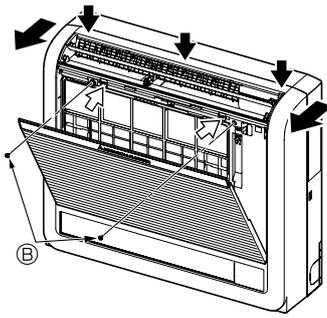
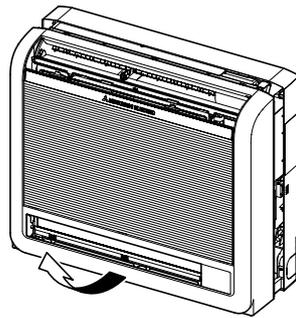

Fig. 3-3
Fig. 3-4
- ① Presione en las 2 posiciones indicadas por las flechas ⇨ y abra la rejilla frontal. (Fig. 3-3)
- ② Abra la rejilla frontal y retire los dos tornillos.
- ③ Abra el deflector horizontal de la salida de aire superior, empuje la parte superior del panel frontal en las tres posiciones y tire del extremo superior de la rejilla para extraerla de la unidad interior.
- ④ Levante la rejilla exterior y extráigala. (Fig. 3-4)